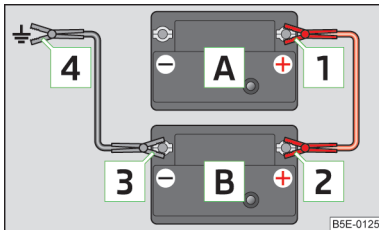

Abb. 148
- Das Ende **1** am Pluspol der entladenen Batterie **A** befestigen » Abb. 148.